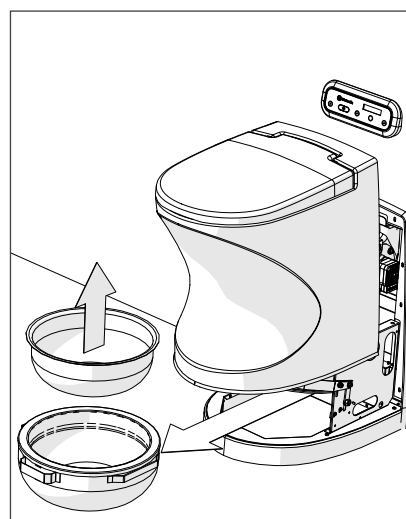

Fig. 6
5. Sortir la boîte à cendres. Retirer le réceptacle de la boîte à cendres et jeter les cendres (fig. 6).